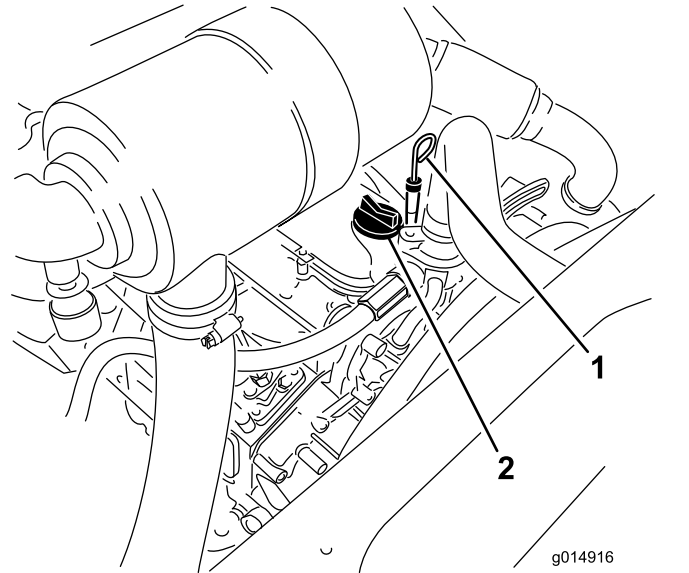

图31
3. 取出量油尺，擦拭干净并安装（图31）。
5. 如果油位低于已满标记，应取下加油盖（图31），添加机油，直至油位达到量油尺上的已满标记。**切勿过量添加。**